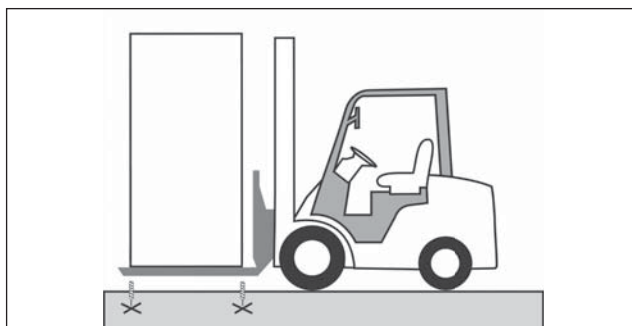

Рис. 9.10
3. Установите чиллер на основание, совместив крепёжные отверстия (Рис. 9.10).